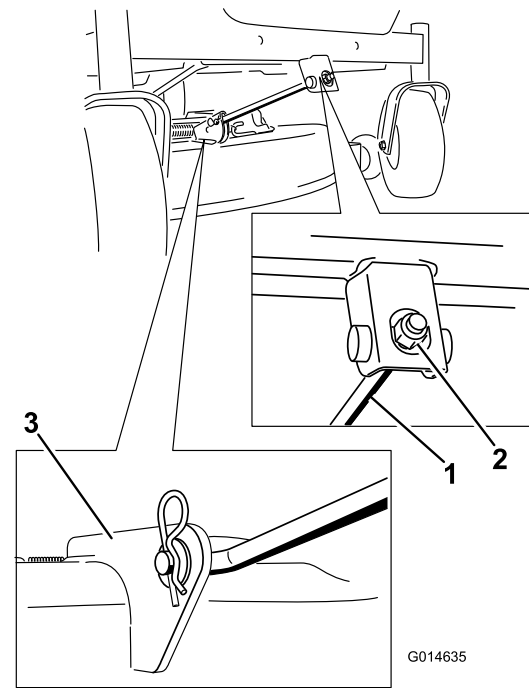

Figure 65
- 5. Retirez la goupille fendue de la tige de support avant et déposez la tige du support de plateau (Figure 65).
- Fixez la tige de support avant au plateau de coupe à l'aide de l'axe de chape et de la goupille fendue (Figure 65).